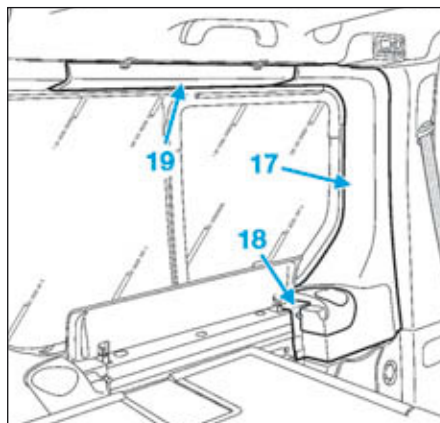

FIG.54
- Clipper la garniture (17) (Fig.54).
- la butée (18) de tablette,
- la garniture (19).